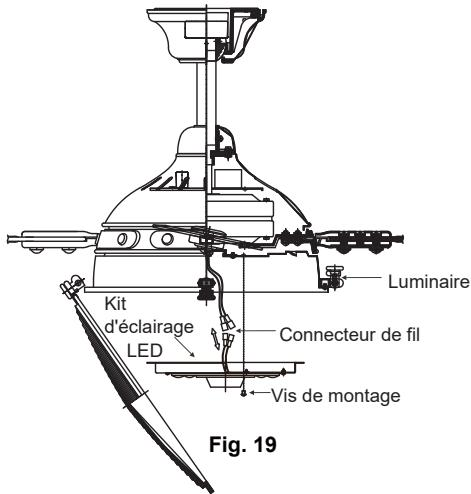

Fig. 19
**Étape 1.** Desserrez les trois vis de montage à l'intérieur du luminaire et "retirez" et conservez la quatrième vis. (**Fig. 19**)
**Étape 2.** Tenez la plaque d'éclairage près du luminaire et connectez les fils blancs de la plaque d'éclairage et du ventilateur. Suivez la même procédure avec les connecteurs de fil noir. (**Fig. 19**)
**Étape 4.** Placez les fentes de trou de la plaque lumineuse sur les trois vis précédemment desserrées sur le luminaire et tournez la plaque jusqu'à ce qu'elle se verrouille dans la partie étroite des fentes du trou de clé. Serrez les trois vis du trou de la clé, replacez la quatrième vis retirée précédemment et serrez fermement. (**Fig. 19**)